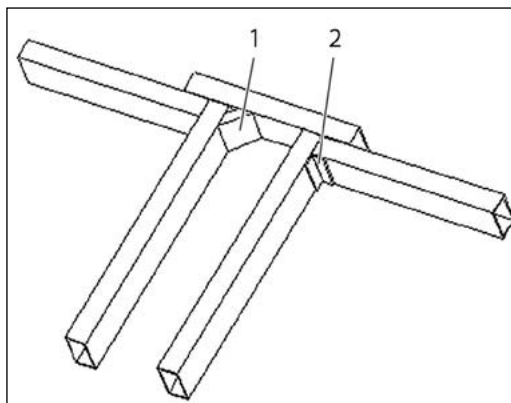

Figura 3-1-5
2. Os reforços aplicados no sentido longitudinal das longarinas podem ser do tipo tarugo cortado em ângulo [1] ou placa em forma de "L" [2]. Conforme mostrado na *Figura 3-1-5*.